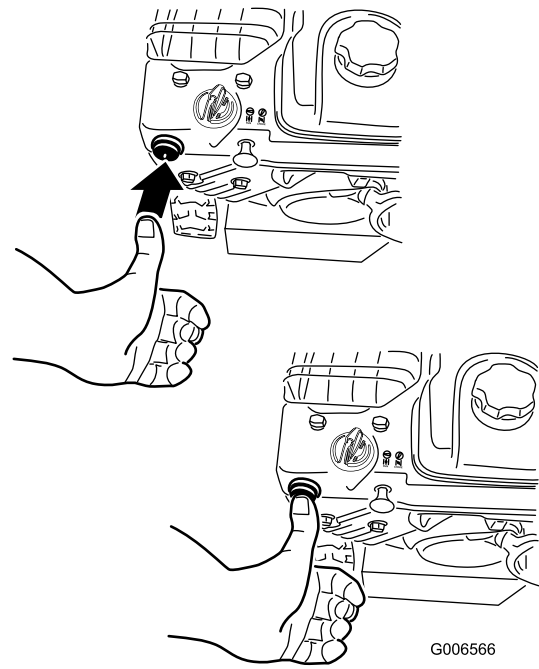

Figura27
4. Împingeți ferm pistonul de 2 ori cu degetul mare (la o temperatură de -9°C sau mai mare) sau de 4 ori (la o temperatură de sub -9°C), ținându-l timp de o secundă înainte de a-l elibera de fiecare dată (Figura27).